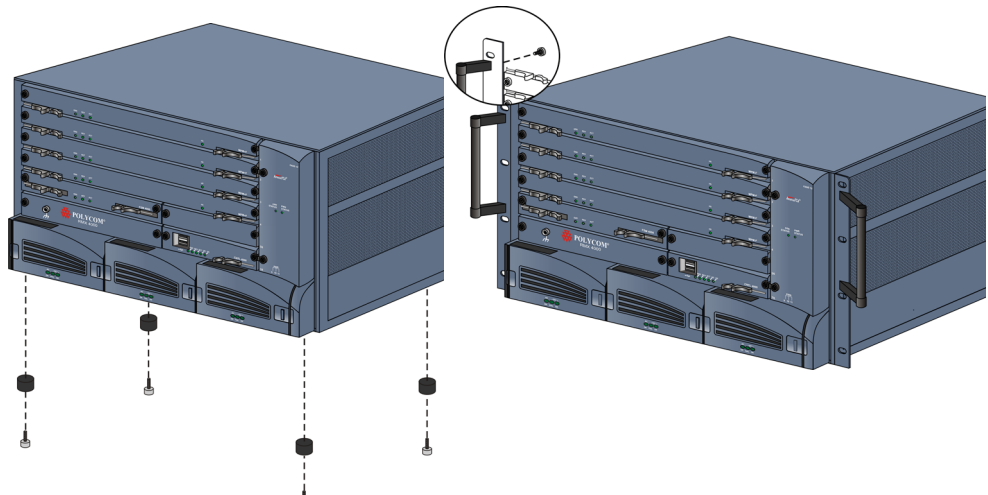

Figure 1-1 *En option – Retrait rapide des pieds et des poignées*
- Facultatif – En fonction du type de rack installé sur le site, il faudra peut-être retirer les poignées si elles sont fixées au boîtier RMX 4000. Retirez-les du châssis en les dévissant comme illustré dans la Figure 1-1, « *En option – Retrait rapide des pieds et des poignées* ».
- Éventuellement – Si l'ouverture sur le rack alloué au boîtier RMX 4000 est d'exactement 6U, il faut retirer les pieds du boîtier pour pouvoir l'installer sur le rack. Dévissez les pieds du châssis comme illustré dans la Figure 1-1, « *En option – Retrait rapide des pieds et des poignées* ».